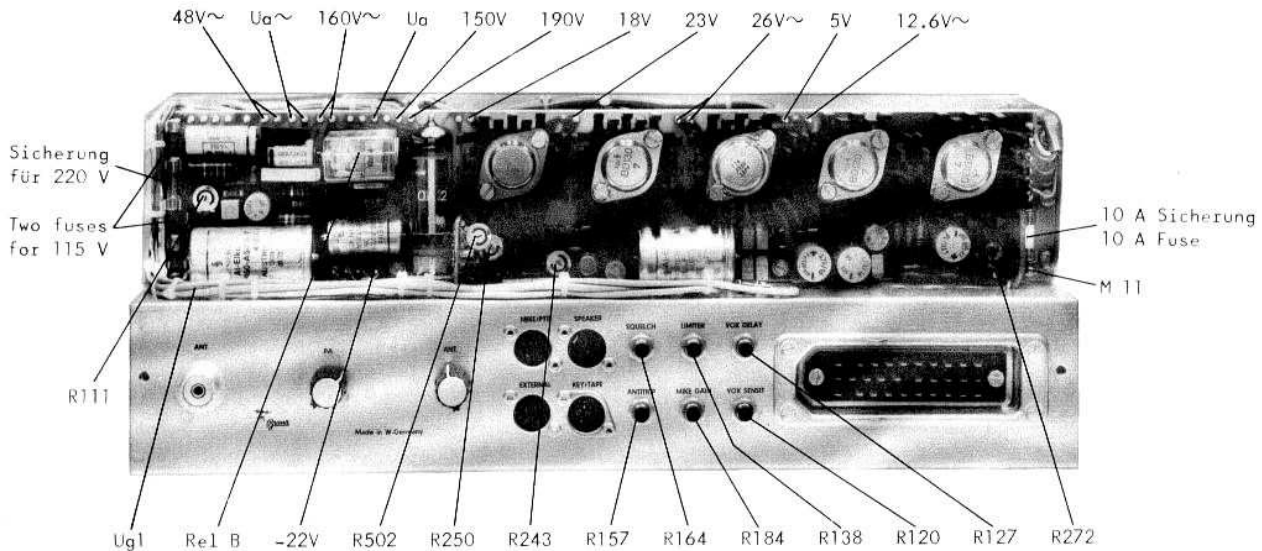

Bild 10 / Figure 10
- Relais B (Bild 10) aus der Fassung ziehen.
- Remove relay B (Fig. 10) from its socket.
2. Betriebszustand: FM Senden. Angezeigte HF-Leistung mit R 111 (Bild 10) am Wattmeter einstellen.
2. Operational mode: FM transmit. Set the RF output reading so that it is also indicated on the internal wattmeter with R 111 (Fig.10).
5. Mit R 502 (Bild 10) 1750 Hz einstellen.